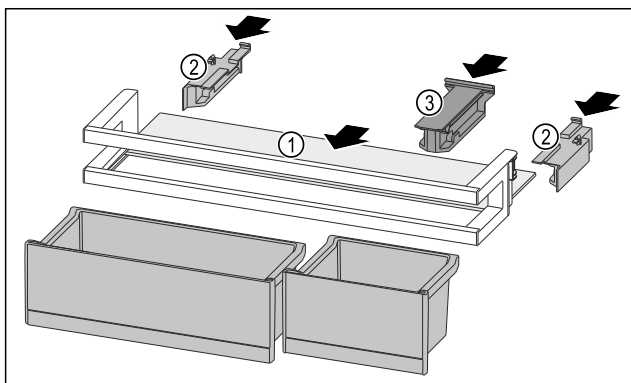

Fig. 205
- ▶ Umetnite policu Fig. 205 (1) u bočna udubljenja.
- ▶ Umetnite bočne dijelove Fig. 205 (2).
- ▶ Umetnite pridržni dio Fig. 205 (3).